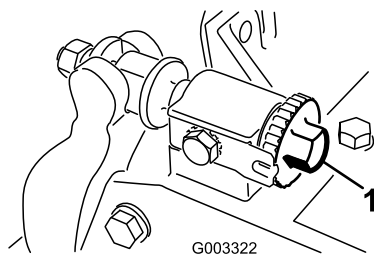

Bild 12
2. Drehen Sie die Einstellschrauben des Untermesserträgers nach links, um sicherzustellen, dass der Untermesserträger nicht die Spindel berührt (Bild 12).